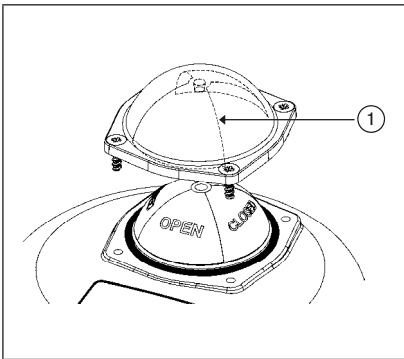

Bild 9: Glashaube Demontage
- Glashaube des Stellscheibenschildes 1 inkl. den Dichtring durch Lösen der vier Befestigungsschrauben abnehmen und die Glashaube entfernen (siehe „Bild 9“).